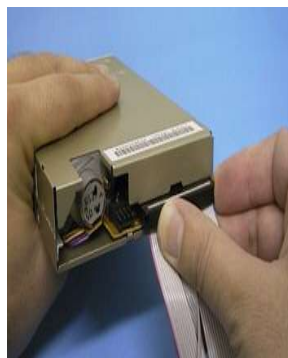

Figura 4.4
- 2) Antes de colocar o driver de disquetes de 3 1/2" no gabinete, é recomendável instalar o seu cabo flat, pois esta conexão é muito difícil de ser feita depois que o driver está instalado no seu lugar definitivo (figura 4.4). Preste atenção na posição do pino 1 do conector do driver, que deve estar alinhado com o fio vermelho do cabo. Uma vez no seu lugar, aparafuse o driver com dois parafusos de cada lado (figura 4.5).